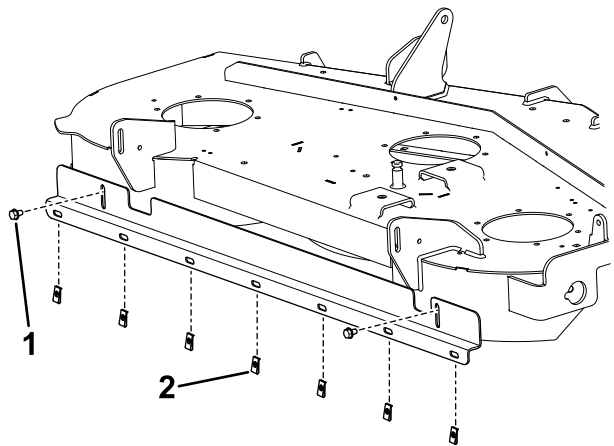

**Figure 2**
- En vous servant du support comme gabarit, marquez et percez un trou dans la courbe du déflecteur droit avec un foret (9/32"), comme montré à la Figure 2.